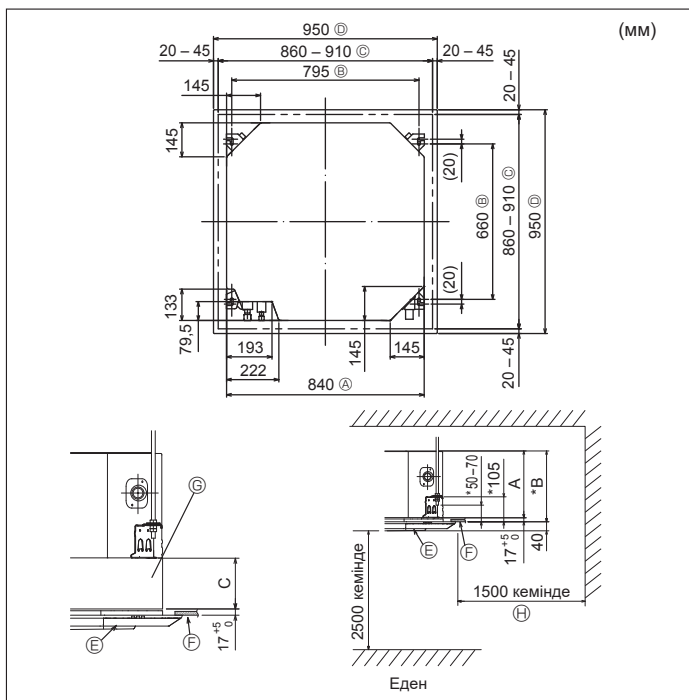

Fig. 3-2
#### 3.2. Төбенің саңылаулары мен аспалы болтты орнату орны (Fig. 3-2)
- \* Төбенің ашылуының өлшемдерін Fig. 3-2 көрсетілген шектерде реттеуге болады; сондықтан негізгі блокты төбенің ашылуына қарсы қойыңыз, олардың арасындағы саңылаудың барлық жағындағы қарама-қарсы жақтардың бірдей болуын қамтамасыз етіңіз.